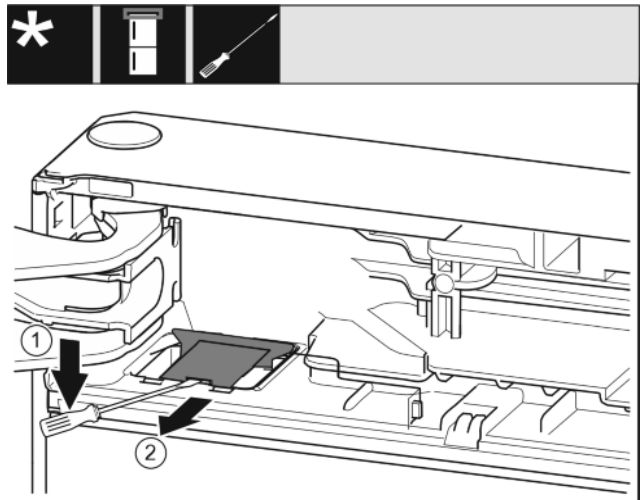

Fig. 8
- ▶ Ravnim odvijačem otkopčajte pokrov i potom ga podignite. Fig. 8 (1)
- ▶ Izvadite pokrov. Fig. 8 (2)